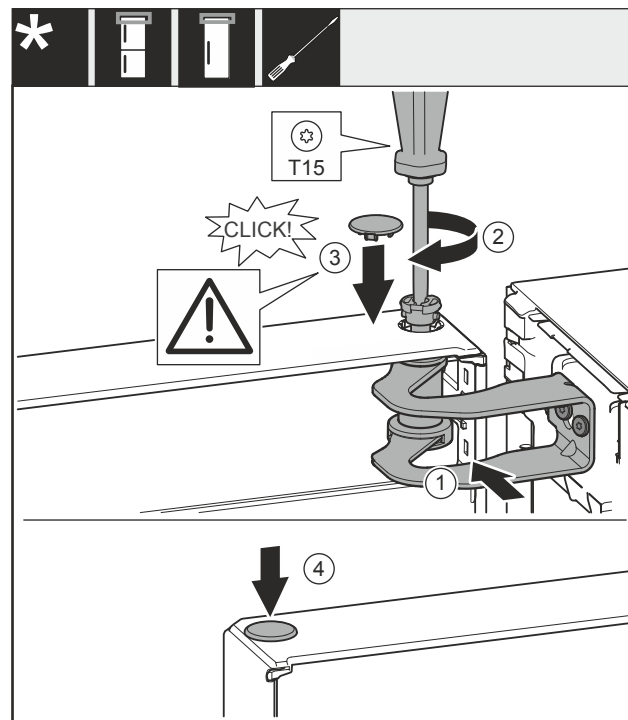

Fig. 24
- ▶ Juster døren med åpningen i lagerbukken Fig. 24 (1).
- ▶ Sett inn bolten Fig. 24 (2) og skru fast med en skrutrekker.
- ▶ Sett inn dekselet Fig. 24 (3).
- ▶ Kontroller at dekselet Fig. 24 (3) hviler på døren.
- ▶ Sett inn dekselet Fig. 24 (4).